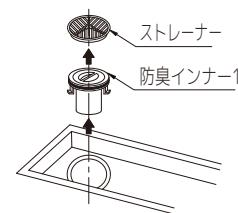

図3
- ③ストレーナーと防臭インナー1を取出して（図3）、付属の締め